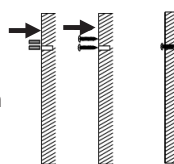

Fig. 2
4. Se la parete è in cartongesso o cemento, spingere i 2 tasselli ad espansione (inclusi) nei fori e usare un martello per picchiettare con cura i tasselli finché non sono a filo con il muro (Fig. 2).
5. Avvitare le 2 viti di montaggio (incluse) nei fori, lasciando le teste delle viti **2 mm** fuori dal muro per appendere il ventilatore (Fig. 2).